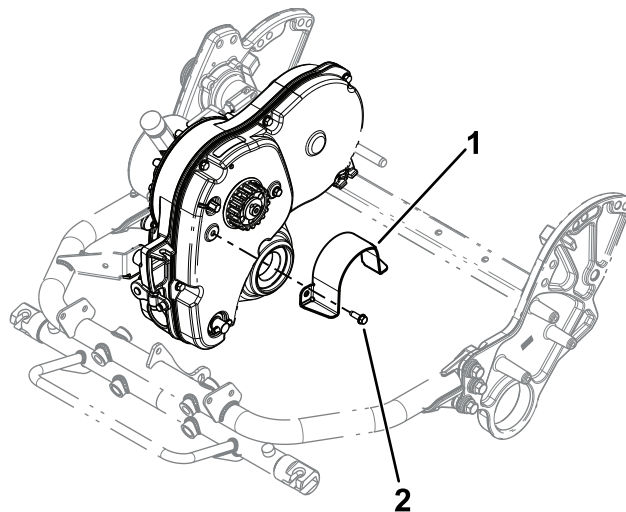

Рисунок 1
6. Снимите имеющееся ограждение муфты с кожуха трансмиссии (Рисунок 1).